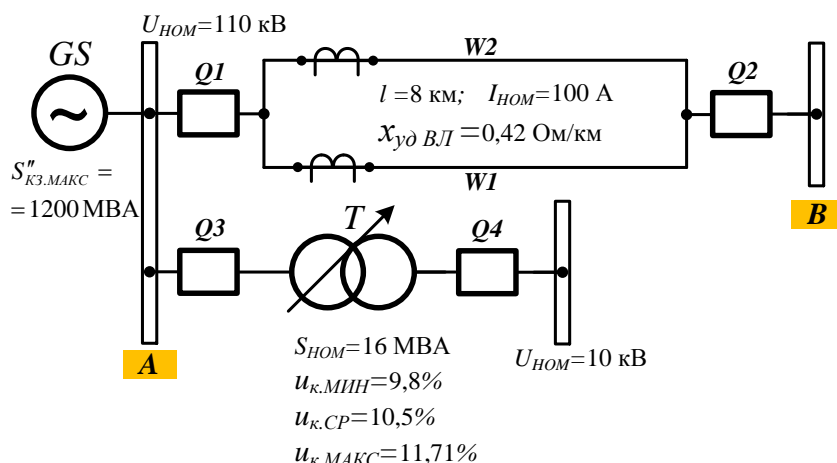

Рис.1
3. Рассчитать ток срабатывания максимальной токовой защиты (МТЗ), установленной на стороне высшего напряжения для трансформатора  $T$  (см. рис.1), и проверить её чувствительность.
4. Определить токи небаланса, срабатывания защиты, длину мёртвой зоны поперечной дифференциальной защиты параллельных ЛЭП напряжением 110 кВ (см. рис.1), а также проверить её чувствительность.